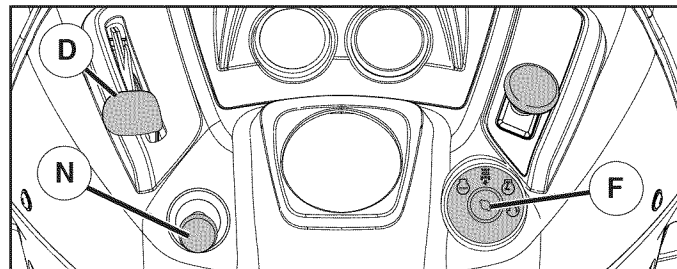

Fig. 6
- Mover la palanca de mando entre la posición (D) de velocidad media y máxima (rápida).
- Gire la llave de ignición (F) a la posición de apagado "STOP" y remueva la llave al abandonar el tractor para evitar el uso no autorizado.
### PARA USAR EL CONTROL DE LA ACELERACIÓN (D) (Vea Fig. 6)
### PARA USAR EL CONTROL DE ESTRANGULACIÓN (N) (Vea Fig. 6)